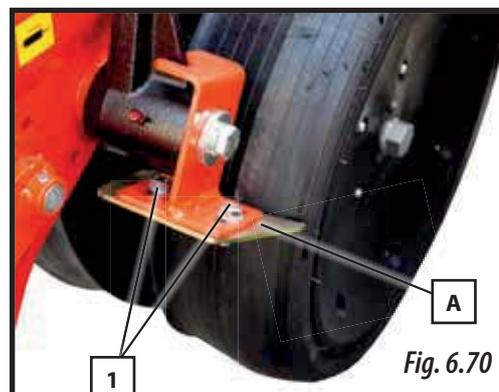

Fig. 6.70
- Ruedas de control de profundidad (A, Fig. 6.70).
Los rascadores de las ruedas de profundidad se regulan mediante los tornillos (1, Fig 6.70). Ajustar los rascadores a una distancia de 3-4 mm de la rueda.